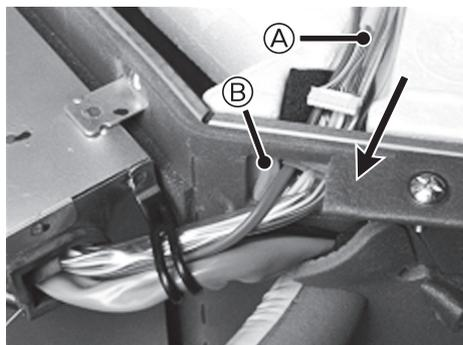

Fig. 4-2
- (1) Haal de draadloze verbindingkabel uit de meegeleverde doos met accessoires.
- (2) Leid de connector van de besturingsmodule van de binnenunit (wit) van de draadloze verbindingkabel door de BUS van de hoofdeunit in de richting van de pijl. (Fig. 4-2)